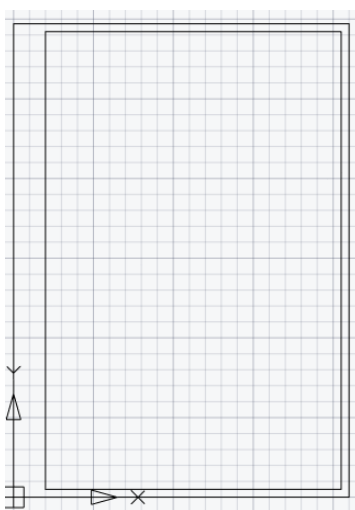

Рис. 13.
5.2. Для построения рамки на листе формата А4 можно применить несколько способов. Рассмотрим один из них. Снова построить прямоугольник, введите положение первого угла 20; 5. Проведите курсор слегка вправо и вверх. Положение второго угла 185; 287. Результат показан на рис. 13.